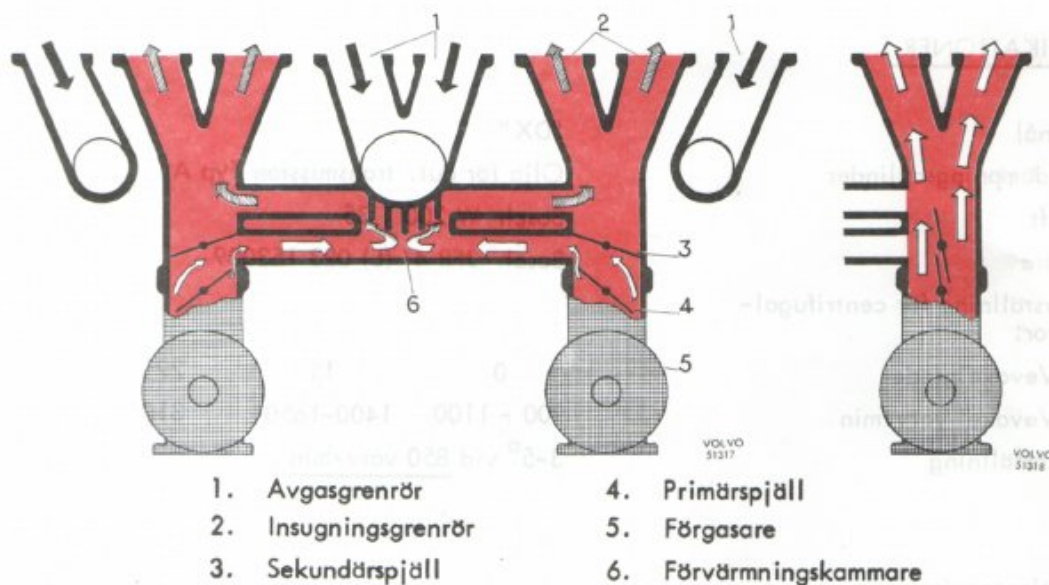

Bild 1
Systemet åstadkommer en fullständigare förbränning med lägre koloxid och kolvätehalt i avgaserna. Detta sker genom ett modifierat insugningssystem, som tillåter en mera exakt och magrare bränsleluftblandning. Bild 1 visar principen för systemet på B 18 B-motorn.
Insugningsröret är försett med två sekundärspjäll (3 bild 1). Under normal körning (med lågt effektuttag) är spjällen (3) stängda (vänstra delen av bild 1) så att bränsleluftblandningen från förgasarna leds till en central förvärmningskammare (6) där blandningen värms upp av avgaserna och förångas fullständigt.